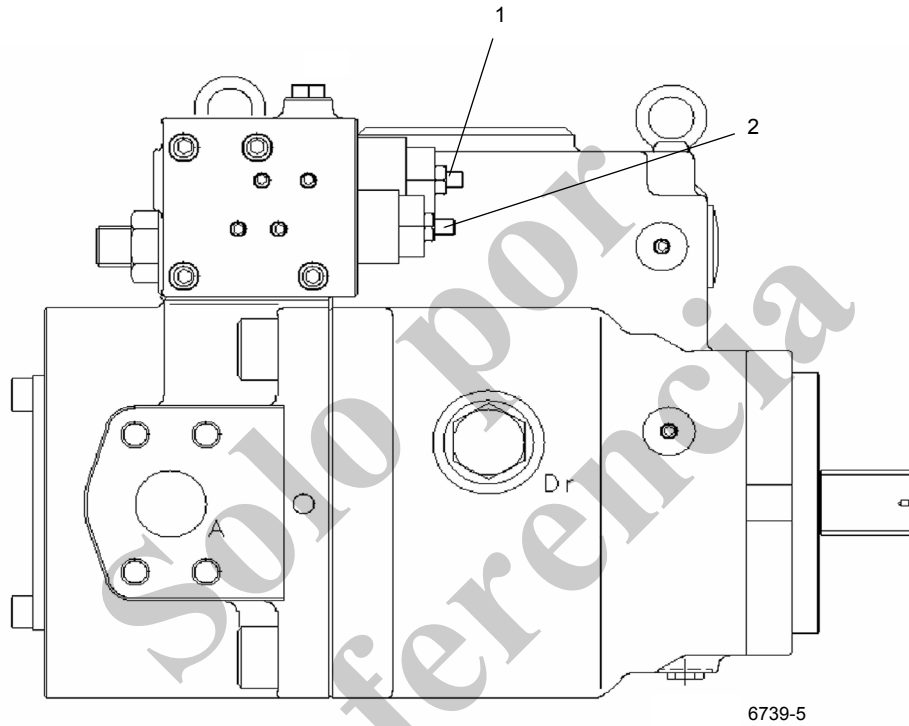

FIGURA 2-13
1. Con el motor apagado, descargue todo el aceite a presión almacenado en los acumuladores pisando el pedal de frenos de servicio en la cabina unas 4 - 6 veces. Retire el protector y la tapa de la válvula de gas del acumulador (Figura 2-13).
2. Antes de conectar el conjunto de carga a la válvula de gas (Figura 2-13), desenrosque la manija en "T" del adaptador de gas completamente (gírela en sentido contra horario).
6. Si la presión mide 5.5 +0.4, -0 MPa (800 +50, -0 psi), retire el conjunto de la válvula de carga girando la manija en "T" completamente hacia fuera en el adaptador de gas y después abriendo la válvula de purga (Figura 2-13).